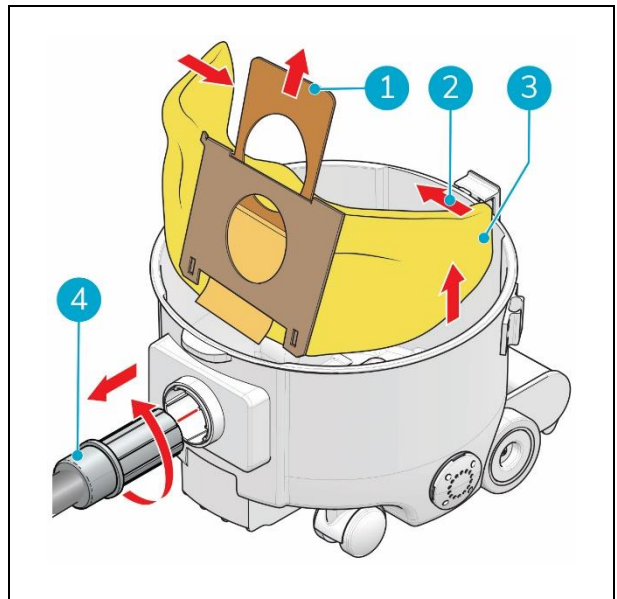

Figure 12
6. Faites tourner le tuyau (fig. 12, pos. 4) en sens antihoraire et retirez-le du raccord.
7. Tirez sur la languette en carton (fig. 12, pos. 1) pour sceller le sac à poussière.
8. Pliez les extrémités du sac à poussière (fig. 12, pos. 2) l'une vers l'autre.
9. Retirez l'ancien sac à poussière (fig. 12, pos. 3).